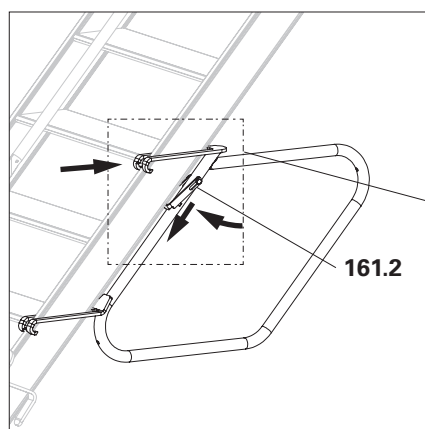

Fig. A8.07c
3. Ruotare il fermo di sicurezza (**161.2**) verso l'esterno e abbassarlo tra la traversa della scala e il parapetto scala. (Fig. A8.07c + A8.07d)